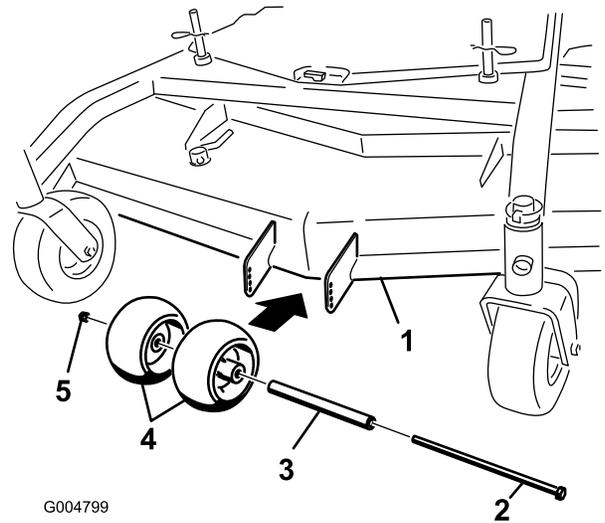
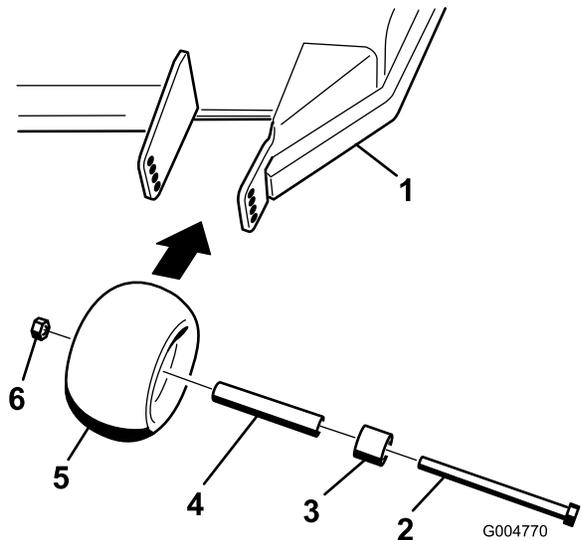
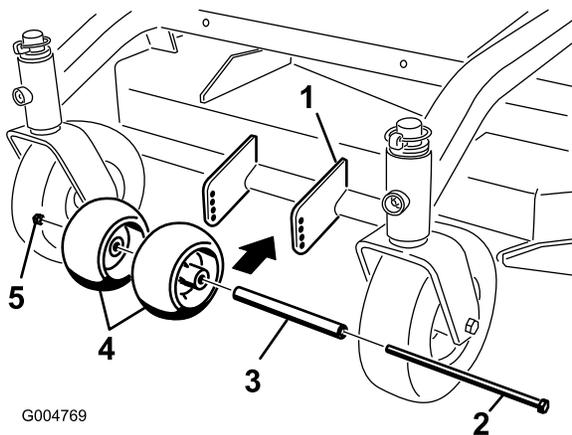

Figura 15
Figura 16
Figura 17
- Después de ajustar la altura de corte, revise los rodillos para asegurarse de que haya una separación mínima del suelo de 10 mm (3/8 pulg.) (Figura 15, Figura 16, Figura 17).
- Si es necesario realizar ajustes, retire el perno, las arandelas y la tuerca (Figura 15, Figura 16, Figura 17).
- Seleccione un taladro para que los rodillos tengan una separación mínima del suelo de 10 mm (3/8 pulg.) (Figura 15, Figura 16, Figura 17).
- Instale el perno y la tuerca (Figura 15, Figura 16, Figura 17).